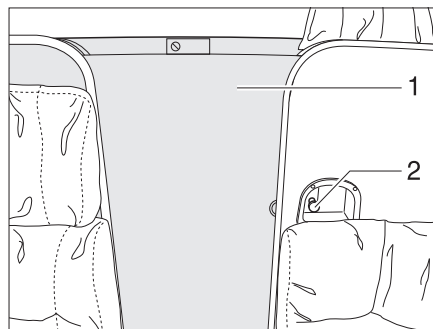
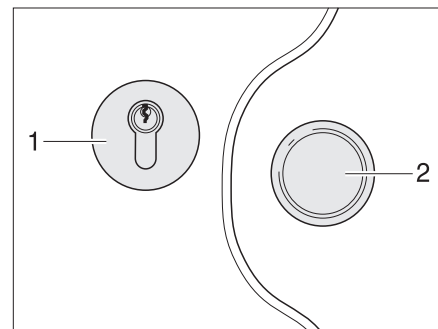

Bild 57 Fahrerhausabtrennung
Bild 58 Schloss Fahrerhaus
- Die Tür (Bild 57,1) entsichern und zuschieben.
- Den Griff (Bild 57,2) entgegen dem Uhrzeigersinn drehen, bis die Tür verriegelt ist.
- Den Griff (Bild 57,2) im Uhrzeigersinn drehen, bis die Tür entriegelt ist.
- Die Tür (Bild 57,1) aufschieben und sichern.
- Die Tür (Bild 57,1) entsichern und am Griff (Bild 58,2) zuschieben.
- Den Schlüssel in den Schließzylinder (Bild 58,1) stecken und im Uhrzeigersinn drehen, bis die Tür verriegelt ist.